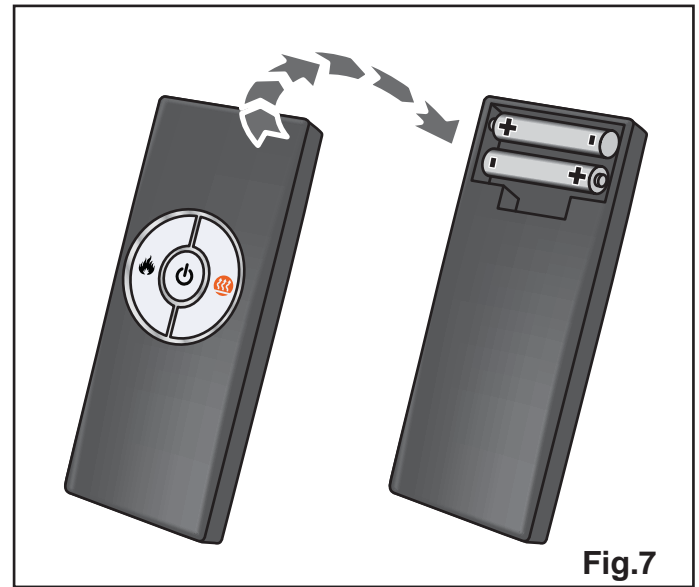

Fig.7
Op het bedieningspaneel dient schakelaar A (zie Afb.2) op de 'AAN' (I)-stand te staan om de afstandsbediening te kunnen gebruiken. De afstandsbediening is voorzien van drie toetsen. (Zie Afb.7)